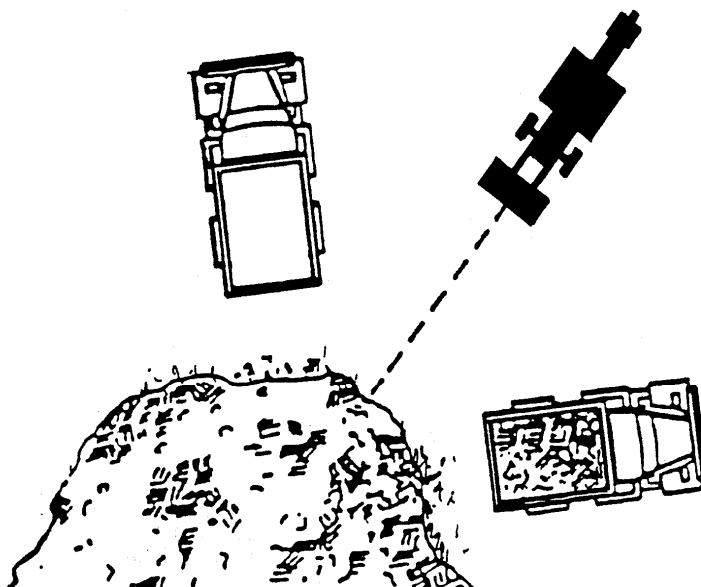

Рис. 4.27. «V»-образный способ погрузки
1. При погрузке материала из насыпей или из отвалов на самосвалы рекомендуется применять «V»-образный способ погрузки (Рис. 4.27). Самосвал должен устанавливаться как можно ближе к месту погрузки для того, чтобы минимизировать перемещения экскаватора-погрузчика. Участок местности, на котором работает машина, должен быть достаточно ровным и упорядоченным. По возможности рекомендуется устанавливать следующий для погрузки самосвал на противоположной стороне так, как это показано на Рис. 4.27.